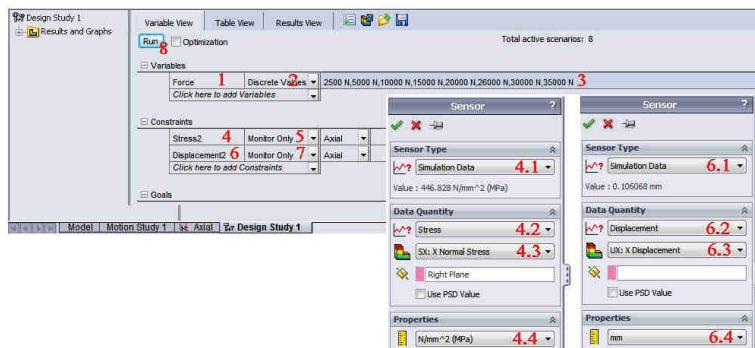

Fig. 9.12
- Click **Insert → Design Study → Add**; va fi afișată secțiunea **Design Study** la baza ferestrei grafice **Parameters**, fig. 9.12.
- Click **Insert → Design Study → Add**; the **Design Study** tab is displayed at the bottom of the graphic area, fig. 9.12.